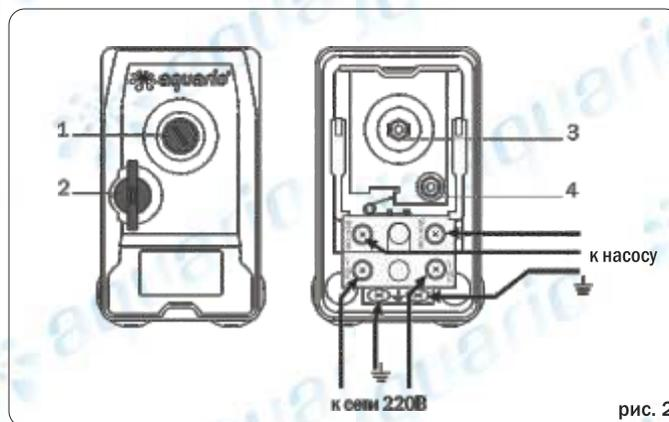

рис. 2
- Снять крышку реле открутив винт **1** (рис.2). Можно воспользоваться входящим в комплект универсальным ключом **2**.